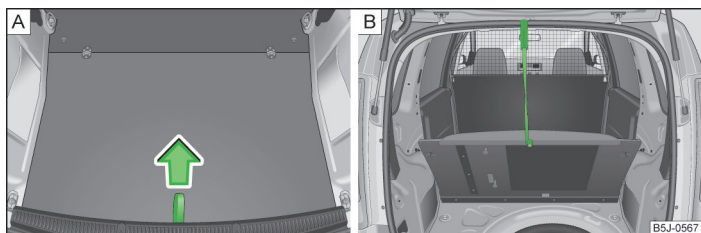

Fig. 77 Curelușa pentru ridicarea mochetei / Fixarea mochetei cu un cârlig din plastic
- › Ridicați podeaua de curelușa » fig. 77 - [A] și agățați-o, cu ajutorul cârligului din material sintetic (acesta de găsește sub marginea podelei), de marginea superioară a deschiderii spațiului de încărcare al portbagajului » fig. 77 - [B].